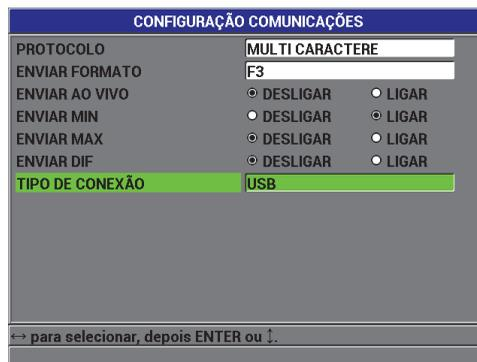

Figura 8-1 Tela CONFIGURAÇÃO COMUNICAÇÕES – USB
5. Na tela **CONFIGURAÇÃO COMUNICAÇÕES**, configure o **TIPO DE CONEXÃO** para **USB** (ver a Figura 8-1 na página 148).